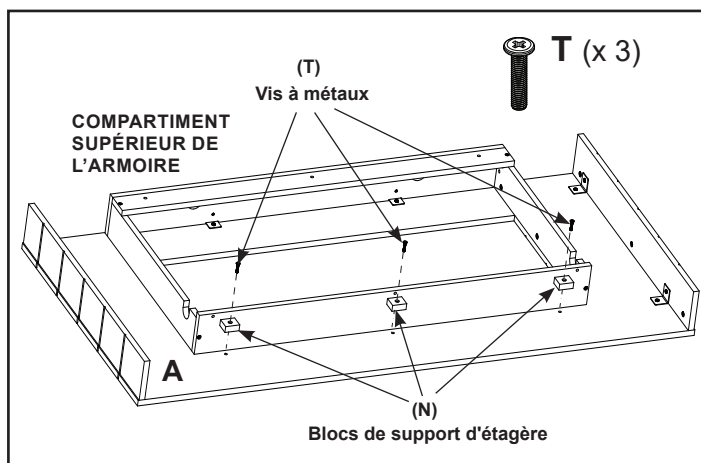

Figure 24
- Fixez la pièce « N » à la pièce « I » à l'aide des vis à métaux M6 X 30 (U). Voir la figure 24.